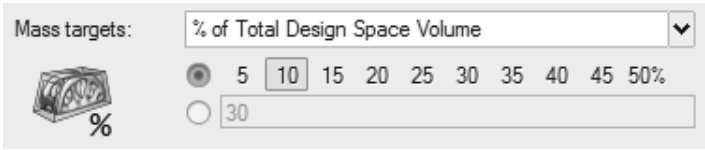

图 4-52
3) 在 Mass targets 下拉列表中选择% of Toal Design Space Volume, 并且选中“10”, 表明生成的形状占设计空间总材料的 10%, 如图 4-52 所示。